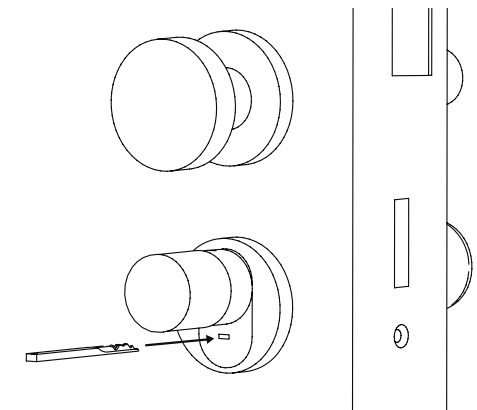

Abb. 104
- 1 Zum Öffnen des Schlosses, klappen Sie den Notschlüssel am Gelenk auf und führen Sie ihn anschließend durch den angedeuteten Schlitz auf der Notschlossabdeckung ein (Abb. 104).